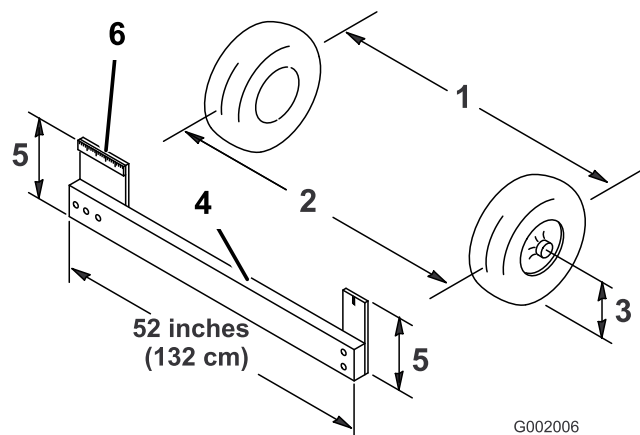

Figura 47
4. Meça a distância entre ambos os pneus dianteiros à altura do eixo na zona dianteira e traseira dos pneus dianteiros (Figura 47).
Nota: Vai necessitar de um objeto ou medidor de alinhamento para obter uma medição precisa da traseira dos pneus dianteiros à altura do eixo. Utilize o mesmo objeto ou medidor de alinhamento para obter uma medição precisa da dianteira dos pneus dianteiros à altura do eixo (Figura 47).